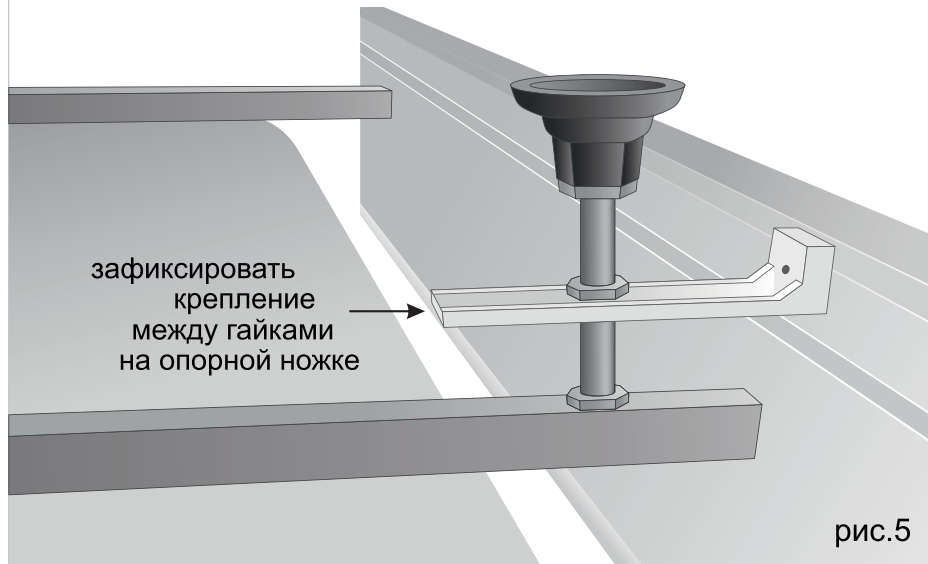

рис.5
- На низ каркаса рис.4 (на опорной ножке зафиксировав крепление между гайками рис.5) необходимо установить крепление экрана уголок.